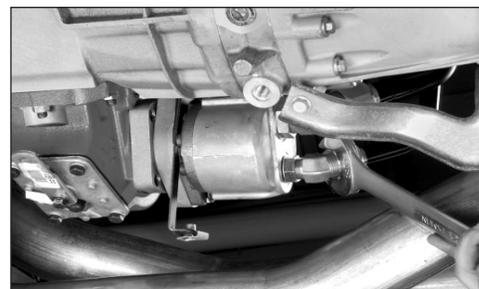

Fig. 21
23. Em seguida, faça a conexão dos tubos hidráulicos com a bomba e aperte os acessórios na bomba e porcas do tubo (Fig. 21). Posicione o acessório destorcendo-o (contra o sentido do relógio) até dar uma volta completa. Prenda o acessório e tubo na posição desejada e aperte a porca de trava com uma chave. até sentir que está sólido. Em seguida, aplique um sexto de volta.